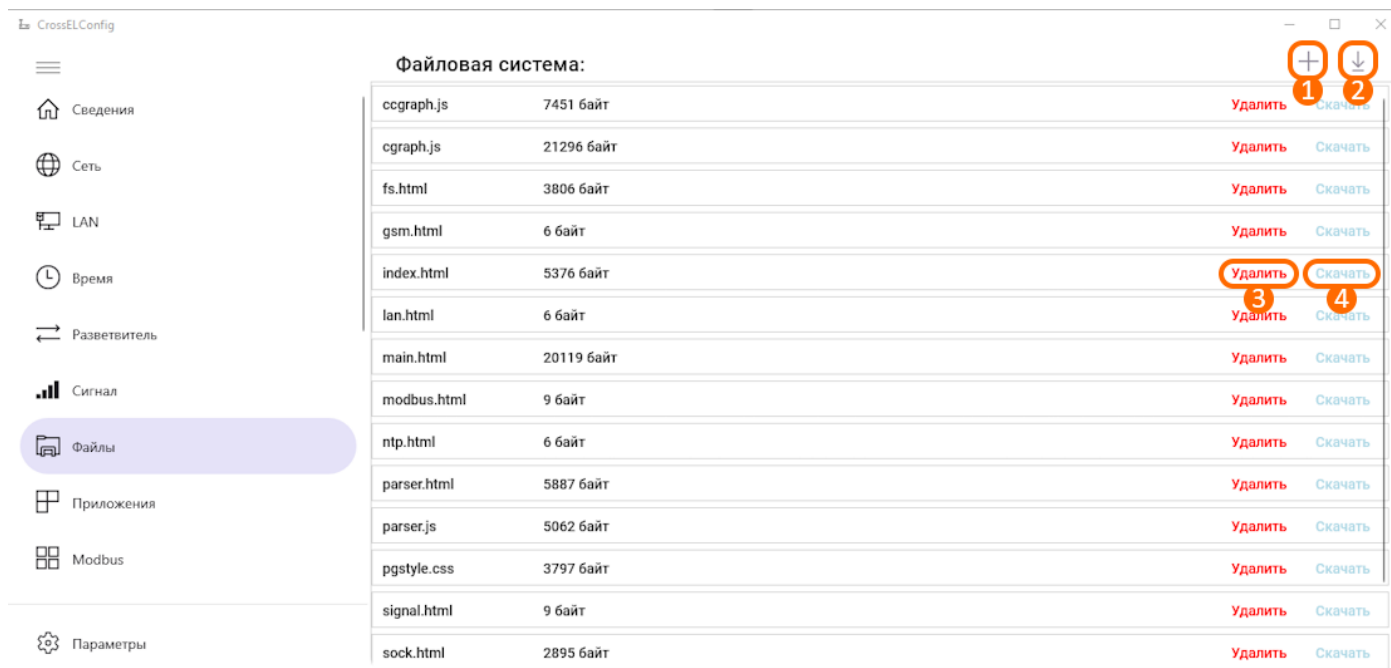

Рисунок 9 – Вкладка «Файлы»
Вкладка позволяет отобразить информацию о добавленных файлах (рис. 9). Также в данной вкладке хранится информация о доступных архивах, полученных модемом с приборов на текущий момент. На самой вкладке доступен ряд функций:
- Кнопка добавления файла (рис. 9, элемент 1) позволяет загрузить новый файл;
- Кнопка чтения файлов (рис. 9, элемент 2) позволяет считать файлы, хранящиеся в модеме;
- Кнопка удаления файла (рис. 9, элемент 3) позволяет удалить выбранный файл;
- Кнопка скачивания файла (рис. 9, элемент 4) позволяет скачать выбранный файл.